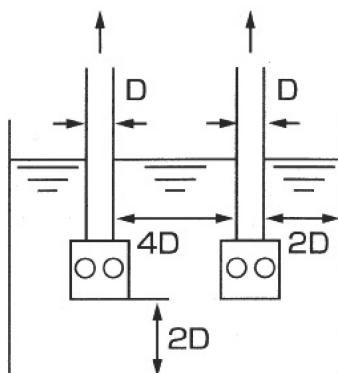

図 5-3
(図 5-3)
- (2) 同一槽に複数の吸込管が近接する場合には、少なくとも $4D$ 以上の間隔を設けてください。(図 5-3)